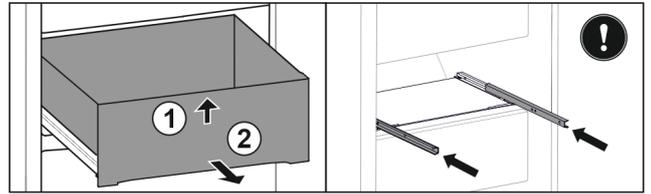

Fig. 98
- ▶ Eleve la parte frontal del cajón. Fig. 98 (1)
- ▶ Extraiga el cajón hacia delante. Fig. 98 (2)